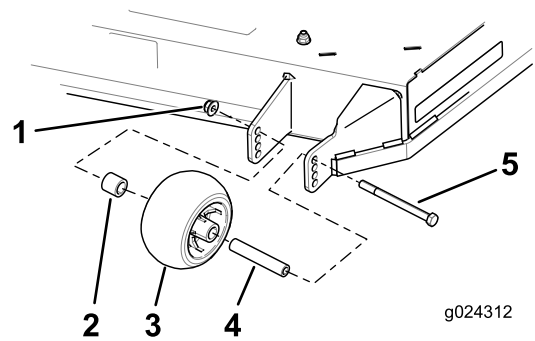

Figure 25
- Alignez le boulon et le galet anti-scalp dans le trou du support correspondant le mieux à la position de hauteur de coupe (Figure 25).
- Insérez le boulon dans le trou du support et fixez le boulon et le galet anti-scalp avec l'écrou à embase (Figure 25).
- Retirez l'écrou à embase, le galet anti-scalp et le boulon du support (Figure 25).